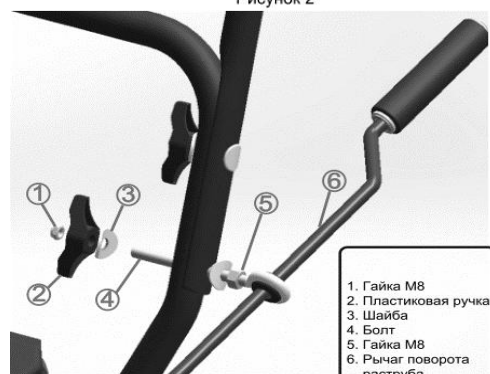

Рисунок 3
Возьмите фиксирующую гайку (1) и пластиковую ручку (2), 2 шт. изогнутых шайб (3), болт (4) для установки рычага управления, гайку М8 (5) чтобы зафиксировать рычаг управления разгрузочным лотком в отверстия (см. Рис. 3) рукоятки.